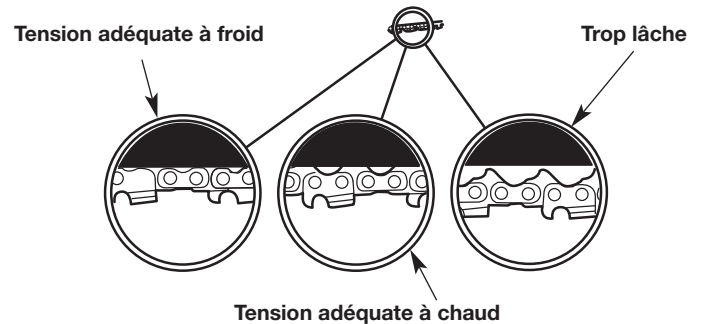

Fig. 33
La tension de chaîne souhaitée dépend de la température de la chaîne (Fig. 33).
- Réglage à froid de la tension de la chaîne - La chaîne de la tronçonneuse doit être bien ajustée contre le dessous du guide-chaîne. Il ne doit y avoir aucun fléchissement (Fig. 33).
- Réglage à chaud de la tension de la chaîne - La chaîne de scie s'allongera tandis qu'elle s'échauffe pendant le fonctionnement. Les maillons d'entraînement doivent pendre d'environ 1,3 mm (1/16 de po) de la rainure de guide-chaîne (Fig. 33).